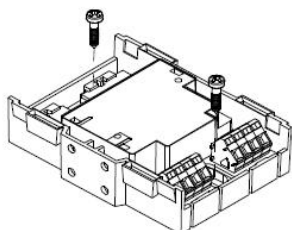

Fig. 2
- Instalação diretamente em um gabinete de comutação ou em uma unidade de controle: monte o módulo sobre uma superfície uniforme (Fig. 2).
2. Fixe o módulo com dois parafusos M4x15 (Fig. 2). Distância entre furos: $63,5 \pm 1,0$ mm.